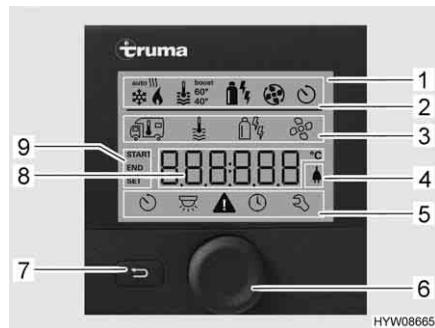

Fig. 98 Centralina di controllo con indicazioni
- Riga di stato (Fig. 98,2)
- Riga di menu in alto (Fig. 98,3)
- Area di indicazione (Fig. 98,8)
- Riga di menu in basso (Fig. 98,5)
- Premere la manopola/il pulsante (Fig. 98,6) per circa 3 secondi. Vengono visualizzate entrambe le righe di menu (Fig. 98,3 e Fig. 98,5). Il primo simbolo lampeggia.
- Ruotare la manopola/il pulsante (Fig. 98,6), finché viene visualizzato il simbolo del menu desiderato.
- Premere la manopola/il pulsante per memorizzare il valore impostato. Se il valore impostato originariamente non deve essere modificato: Premere il tasto indietro (Fig. 98,7).
- Ruotare la manopola/il pulsante (Fig. 98,6), finché il simbolo del menu del riscaldamento (Fig. 99,1) lampeggia.
- Premere la manopola/il pulsante per memorizzare il valore impostato. Il simbolo nella riga di stato lampeggia (Fig. 98,2), finché viene raggiunta la temperatura impostata. Se il valore impostato originariamente non deve essere modificato: Premere il tasto indietro (Fig. 98,7).
- Ruotare la manopola/il pulsante (Fig. 98,6), finché il simbolo del menu relativo alla modalità di funzionamento (Fig. 99,3) lampeggia.
- Premere la manopola/il pulsante per memorizzare la modalità di funzionamento impostata. Se il valore impostato originariamente non deve essere modificato: Premere il tasto indietro (Fig. 98,7).
- Ruotare la manopola/il pulsante (Fig. 98,6), finché il simbolo del menu delle ventole (Fig. 99,4) lampeggia.
- Ruotare la manopola/il pulsante (Fig. 98,6), finché il simbolo del menu del timer (Fig. 99,6) lampeggia.